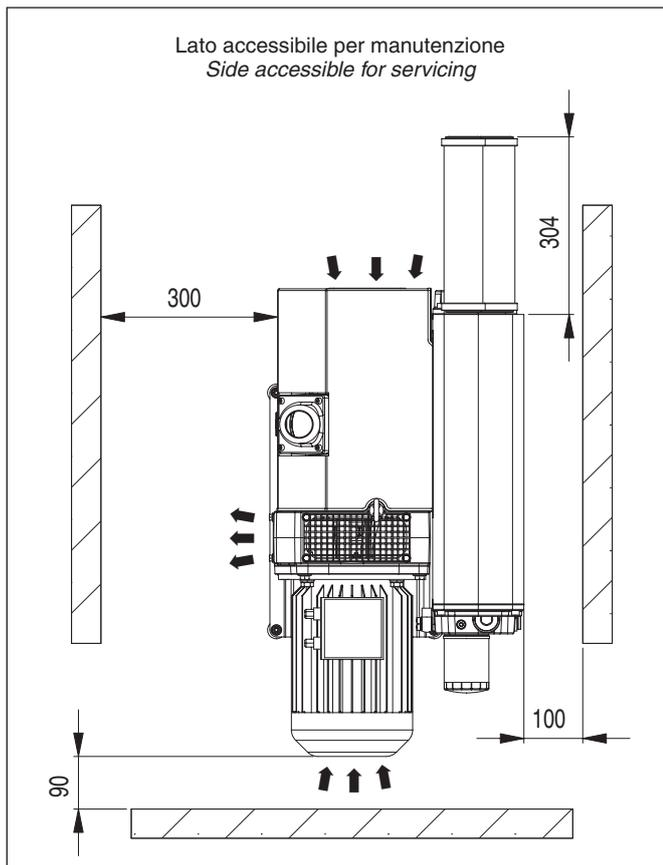

Fig.5
- Deve essere accessibile per una corretta e facile manutenzione rispettando le distanze minime da eventuali ingombri (Fig.5).
- It must be accessible for correct and easy maintenance, by respecting the minimum distances from possible obstructions (see Fig.5).